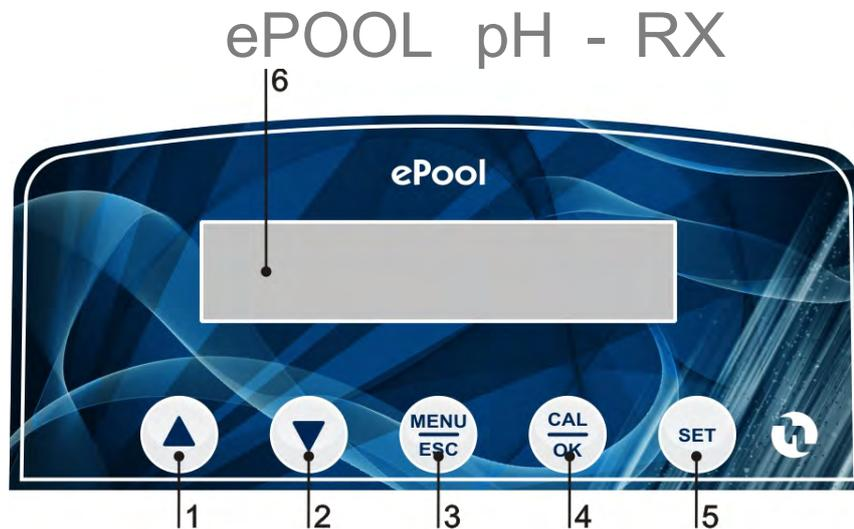

Fig. 4
- 1) **S'assurer qu'elle est débranchée du réseau électrique (les deux polarités) en retirant les conducteurs des points de contact du réseau en séparant les contacts d'une distance minimum de 3 mm (fig. 4).**
- 1) S'assurer qu'elle est débranchée du réseau électrique (les deux polarités) en retirant les conducteurs des points de contact du réseau en séparant les deux fils d'une distance minimum de 3 mm (fig. 4).